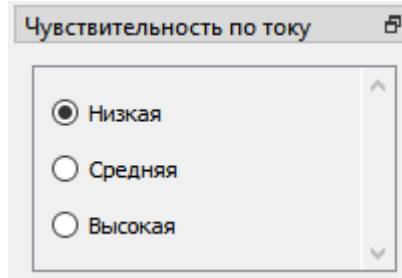

Рисунок 17. Выбор чувствительности по току
1. Для использования плана тестирования перейдите во "Режим" -> "Тестирование по плану" (рисунок 17).